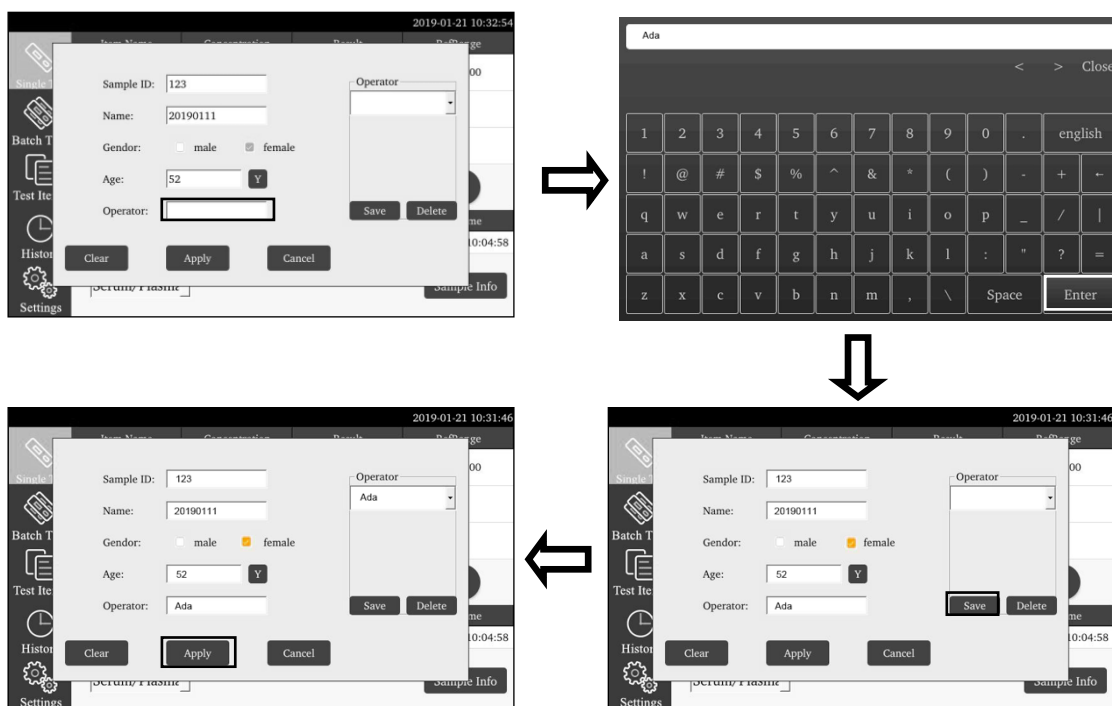

Fig. 40
- Inclua e altere as informações do operador (consulte a Fig. 40):